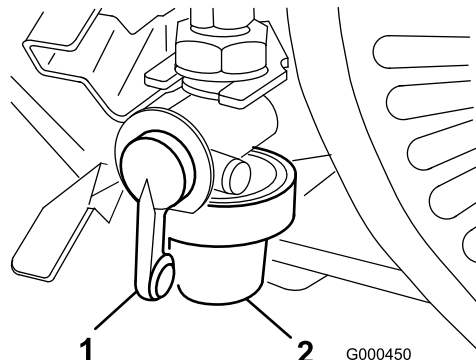

Figura 28
1. Feche a válvula de bloqueio do combustível e desaperte o depósito do corpo do filtro (Figura 28).